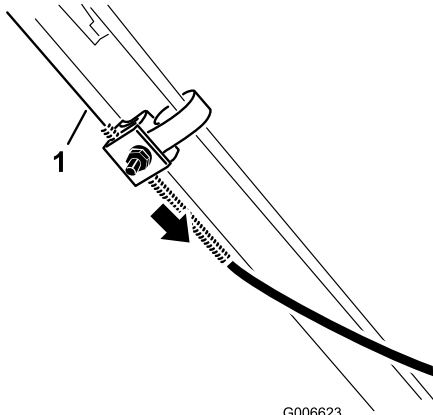

Bild 28
3. Ziehen Sie den Kabelmantel nach unten, bis der freigelegte Zug kein Spiel mehr hat (Bild 28).